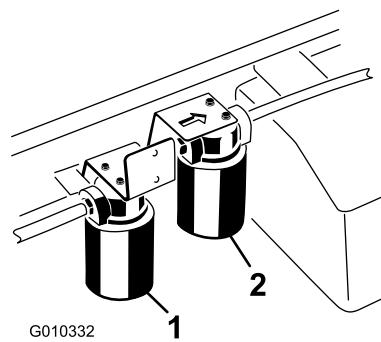

Figure 68
- Placez un bac de vidange sous le filtre et enlevez le filtre (Figure 68).
- Nettoyez la zone autour de la surface de montage du filtre grand débit (Figure 68).